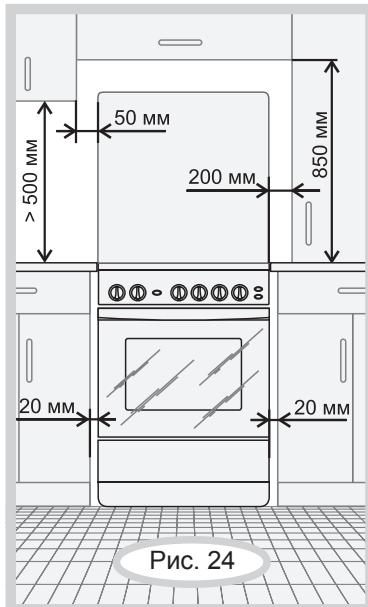

Рис. 24
- **ЗАПРЕЩАЕТСЯ** РАСПАКОВАННУЮ ПЛИТУ ПЕРЕНОСИТЬ ЗА РУЧКУ ДВЕРЦЫ. ПЛИТА УСТАНАВЛИВАЕТСЯ НА ПОЛ. УСТАНОВКА ПЛИТЫ НА ПОДСТАВКУ НЕ ДОПУСКАЕТСЯ. Минимальные расстояния, которые необходимо выдержать при установке плиты, показаны на рис.24.